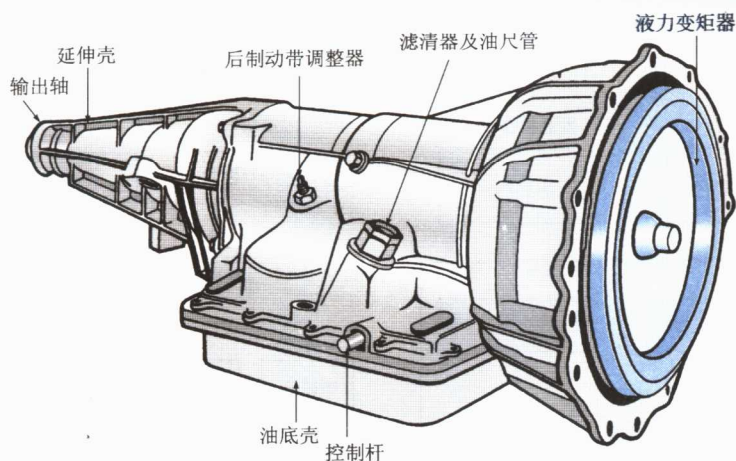

图 1-8 FR式车所使用的 AT
(1)使用于前置发动机后轮驱动(FR Type)自动变速器, 如图 1-8 所示。